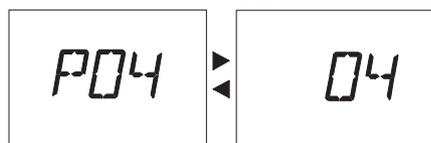

Рис. 32
- 6 На ЖК-дисплее параметр **P04** чередуется с **04** (Рис. 32).